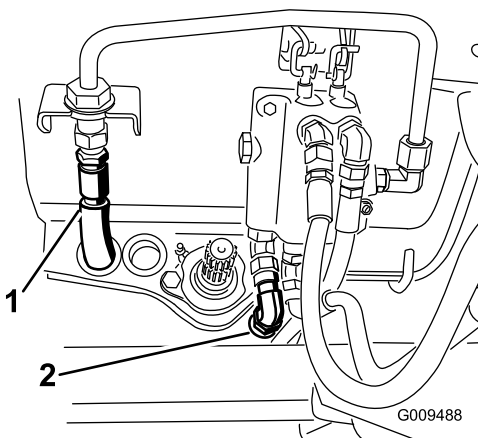

Figure 51
11. Branchez le flexible de pression hydraulique au conduit rigide du distributeur et le flexible de réservoir au distributeur (Figure 51). Conservez les bouchons de flexibles en prévision du passage au cadre d'été.